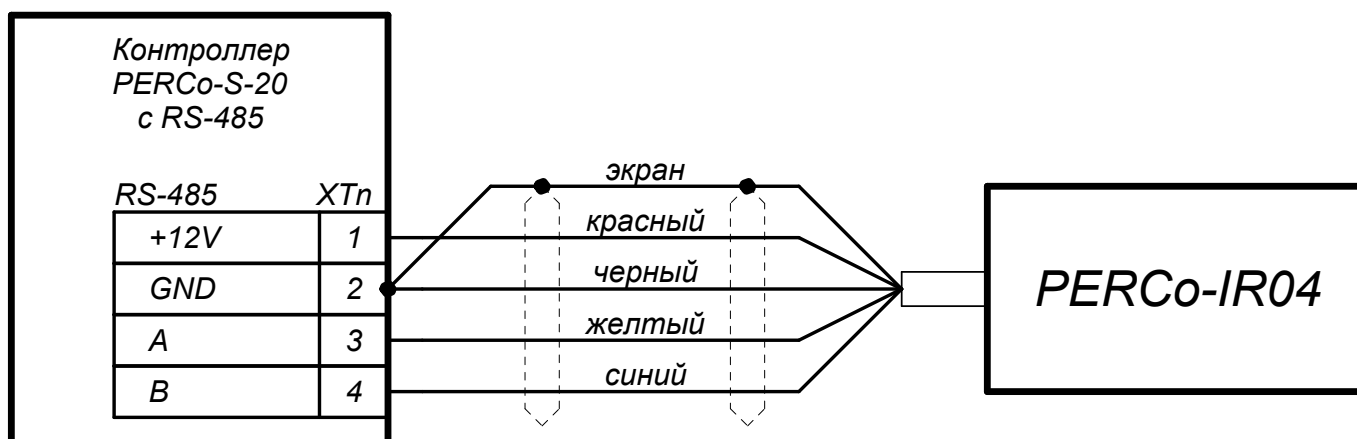

Рис. 5 Схема подключения считывателя к контроллеру PERCo-S-20 с использованием интерфейса RS-485
5.5. Проложите кабель, закрепите его и подключите к контроллеру PERCo-S-20 (схему подключения смотри на рис.5 и в РЭ на соответствующий контроллер). **Удлинение соединительного кабеля считывателя производить кабелем с витыми парами, при этом сигнальные линии А и В должны идти в одной паре.**